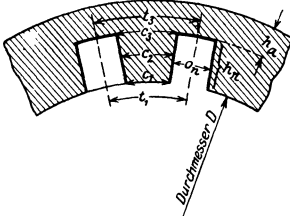

Abb. 236. Rechteckige Ständernut.
A. Rechteckige Nut. Bezeichnet  $t_1$  die Nutenteilung, d. h. die Entfernung zweier Nutenmitten, gemessen auf dem zum Durchmesser  $D$  der Statorbohrung gehörigen Kreisumfang,  $k_1$  die Nutenzahl, so ist (Abb. 236)
Kennt man den Drahtquerschnitt  $q_1$ , so läßt sich jetzt der Nutenquerschnitt folgendermaßen bestimmen: Ist  $h_n$  die Nutentiefe (Nutenabmessungen sind in mm auszudrücken) (Abb. 236), so ist der Nutenquerschnitt  $F_n = h_n o_n \text{ mm}^2$ .